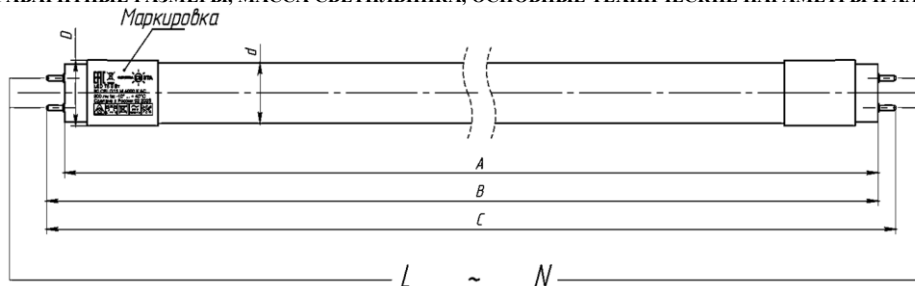

Рис. 1. Общий вид, основные размеры и схема подключения ламп.
Точные электрические и световые параметры ламп, общий вид, основные размеры, масса ламп, основные технические параметры и характеристики, а также схема подключения должны соответствовать параметрам, указанным на рис. 1 и в табл. 1.
1. Отключить осветительную установку от сети питания. 2. Демонтировать старую лампу из светильника. 3. Убедиться, что электрическая схема светильника (схема включения лампы), соответствует рис. 1. Изменить схему включения лампы при необходимости. 4. Установить новую лампу в светильник. 5. Подключить осветительную установку к сети питания.